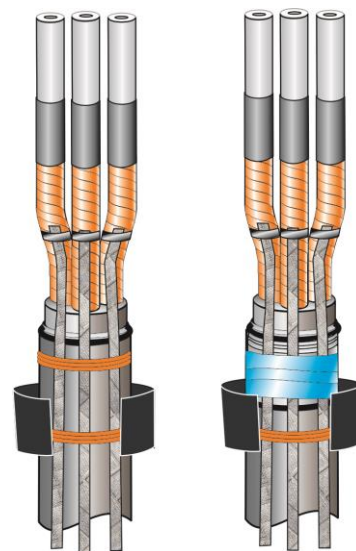

Рис.9
9.Обернуть ленту-герметик поверх проводов заземления в соответствии (Рис.9).